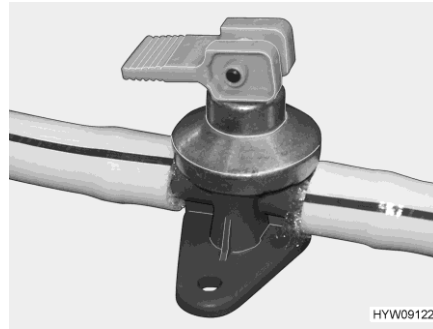
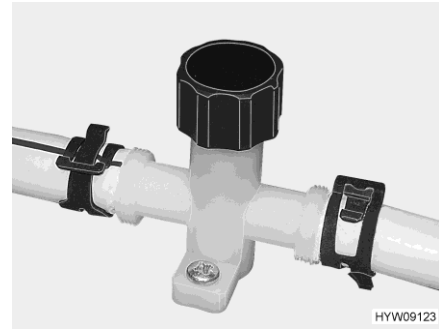

Fig. 87 Rubinetto di scarico (boiler Truma)
Fig. 88 Rubinetto di scarico (tubatura dell'acqua)
- Chiudere tutti i rubinetti di scarico (Fig. 88 o Fig. 87).
- Aprire tutti i rubinetti di scarico (Fig. 87 o Fig. 88).